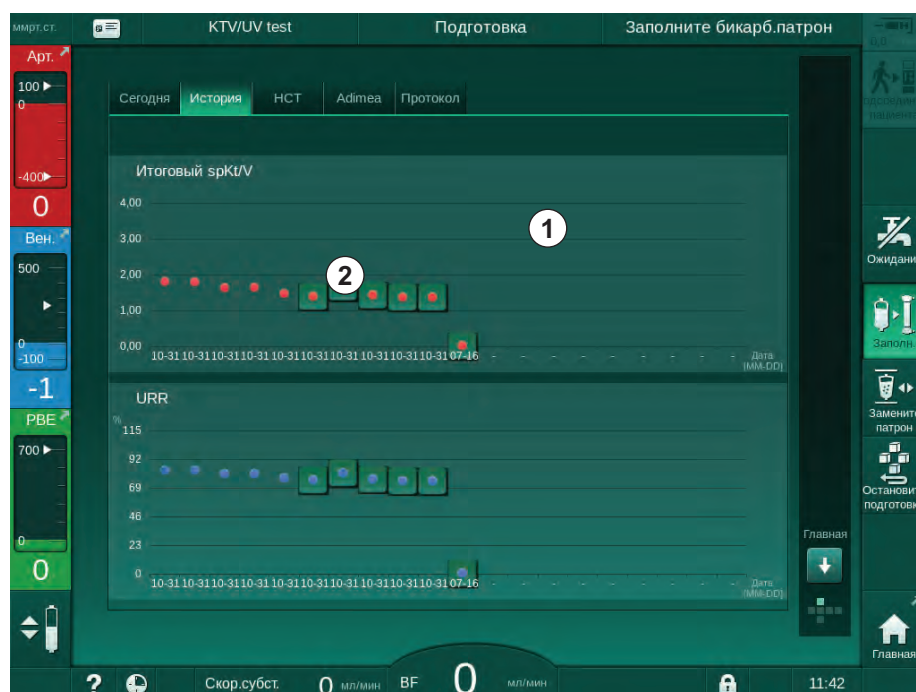

Рис. 11-14 История параметров на экране *Информация*
Для последних 6 завершенных терапий имеется более подробная информация. После касания соответствующей отметки параметра (Рис. 11-14, ②) на определенную дату, отображается динамика этого параметра для этой конкретной терапии (Рис. 11-15). Разрешение составляет 5 минут. Обзор данных закрывается при нажатии *Назад* ①.